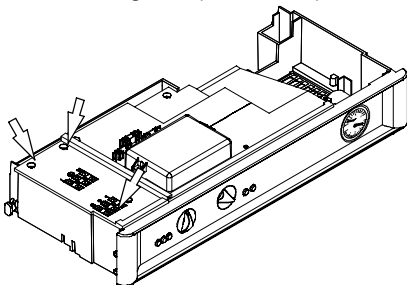

fig. 9.18
- 1 Svitare le viti e rimuovere il coperchio copri morsetteria fig. 9.18